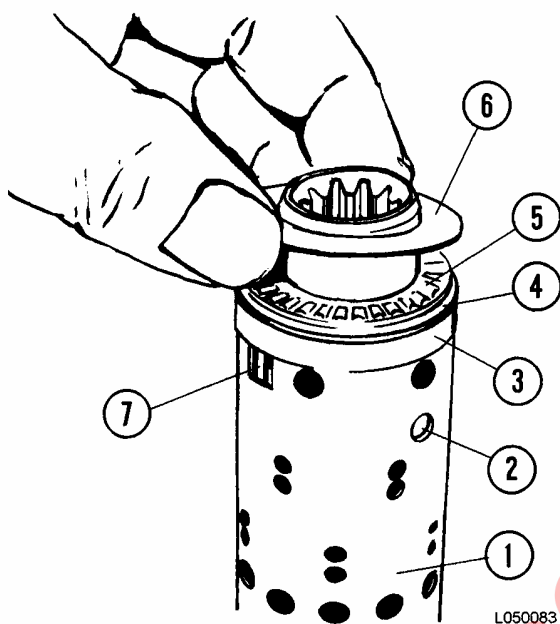

FIGURA 5-10. MONTAJE DEL RODAMIENTO
6. Con los resortes de posición neutro (7, Figura 5-10) centrados en el carrete y la camisa, instale el anillo (3), la carrera del rodamiento trasero (4), el rodamiento de empuje (5) y la carrera del rodamiento delantero (6) en ese orden. El biselado en el rodamiento trasero debe quedar mirando desde el rodamiento.